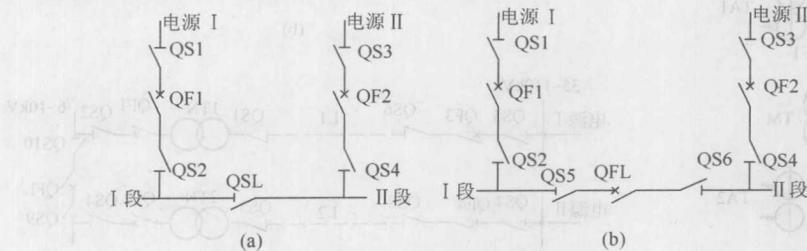

图 1-3 单母线分段接线
(2)单母线分段接线。如图 1-3 所示,单母线分段接线是根据电源的数量和负荷计算、电网的结构情况来决定的。一般每段有一个或两个电源,使各段引出线的用电负荷尽可能与电源提供的电力负荷平衡,以减少各段之间的功率交换。单母线分段接线可以分段运行,也可以并列运行。
用隔离开关(QSL)分段的单母线接线如图 1-3(a)所示,适用于由双回路供电的、允许短时停电的具有二级负荷的用户。
用负荷开关分段的单母线,其功能和特点基本与用隔离开关分段的相同。用断路器(QFL)分段的单母线接线如图 1-3(b)所示。用断路器分段的单母线接线,可靠性提高。如果有后备措施,可以对一级负荷供电。